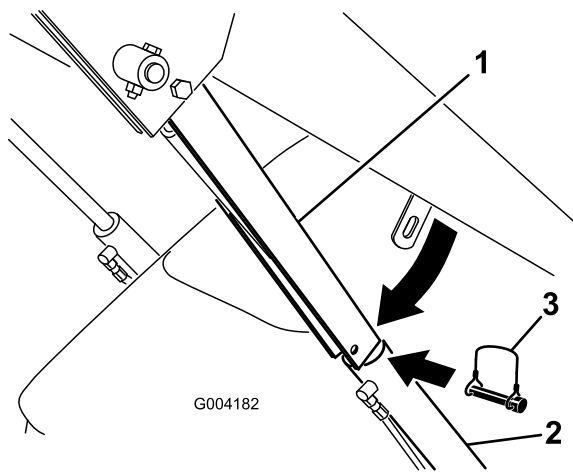

Рисунок 24
4. Извлеките шплинт, который крепит замок гидроцилиндра к кронштейну погрузчика (Рисунок 24).
- Опустите замок гидроцилиндра на шток гидроцилиндра и закрепите его при помощи шплинта (Рисунок 24).